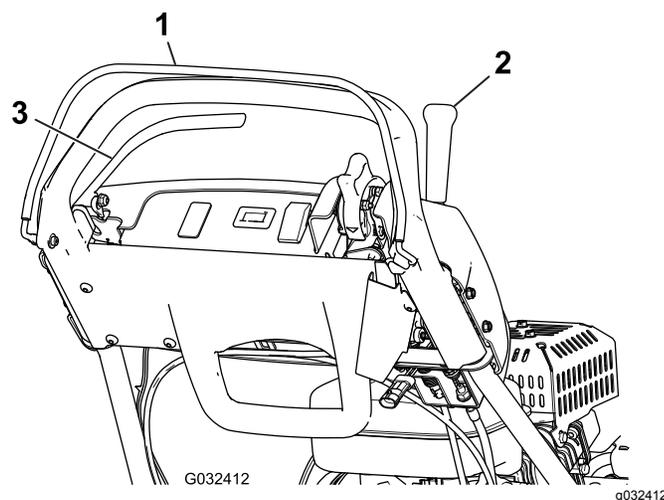

Figure 29
3. Relâchez la commande OPC et essayez d'engager le levier de commande de déplacement (Figure 29). Le levier de commande de déplacement **ne doit pas** s'engager. Si le levier de commande de déplacement s'engage, le système de sécurité doit être révisé. Remédiez au problème avant d'utiliser la machine ; voir Entretien du contacteur de sécurité de déplacement \(page 34\).
4. Appuyez sur la commande OPC et engagez le levier de commande de déplacement, puis relâchez la commande OPC (Figure 29). Le levier de commande de déplacement **doit** s'engager. Si le levier de commande de déplacement ne s'engage pas, le système de sécurité doit être révisé. Corrigez le problème avant d'utiliser la machine ; voir Entretien du contacteur de sécurité de déplacement \(page 34\).
5. Après avoir appuyé sur la commande OPC et déplacé le levier de changement vers la gauche, engagez le levier de commande de déplacement et du cylindre, puis relâchez la commande OPC (Figure 29). Le levier de commande de déplacement **doit** s'engager. Si le levier de commande de déplacement ne s'engage pas, le système de sécurité doit être révisé. Remédiez au problème avant d'utiliser la machine ; voir Entretien du contacteur de sécurité de déplacement \(page 34\) ou Entretien du contacteur de sécurité de déplacement \(page 34\).
6. Après avoir appuyé sur la commande OPC et déplacé le levier de changement vers la gauche pour engager la commande de déplacement et du cylindre, déplacez le levier de changement vers la droite pour désengager la commande du cylindre (Figure 29). La commande du cylindre **doit** se désengager. Si l'entraînement du cylindre ne se désengage pas, le système de sécurité doit être révisé. Remédiez au problème avant d'utiliser la machine ; voir Entretien du contacteur de sécurité de déplacement \(page 34\).
2. Appuyez sur la commande OPC, engagez le levier de commande de déplacement et amenez les commandes du moteur en position de démarrage (Figure 29), puis essayez de démarrer le moteur. Le moteur **ne doit pas** démarrer. Si le moteur démarre, le contacteur de sécurité est défectueux. Remédiez au problème avant d'utiliser la machine ; voir Entretien du contacteur de sécurité de déplacement \(page 34\).
2. Appuyez sur le levier de commande de déplacement, serrez le frein de service et amenez les commandes du moteur en position de démarrage (Figure 29), puis essayez de démarrer le moteur. Le moteur **doit** démarrer. Si le moteur ne démarre pas, le contacteur de sécurité doit être révisé. Remédiez au problème avant d'utiliser la machine ; voir Entretien du contacteur de sécurité de frein \(page 35\).
3. Moteur en marche, serrez le frein de service (pas le verrou de frein de stationnement), appuyez sur la commande OPC et engagez le levier de commande de déplacement (Figure 29). Le moteur doit alors peiner pour faire avancer la machine mais ne doit pas s'arrêter. Si le moteur s'arrête immédiatement, le contacteur de sécurité est défectueux. Remédiez au problème avant d'utiliser la machine ; voir Entretien du contacteur de sécurité de frein \(page 35\).
4. Moteur en marche, serrez le frein de stationnement, appuyez sur la commande OPC et engagez le levier de commande de déplacement (Figure 29). Le moteur **doit** s'arrêter. Si le moteur ne s'arrête pas, le contacteur de sécurité est défectueux. Remédiez au problème avant d'utiliser la machine ; voir Entretien du contacteur de sécurité de frein \(page 35\).